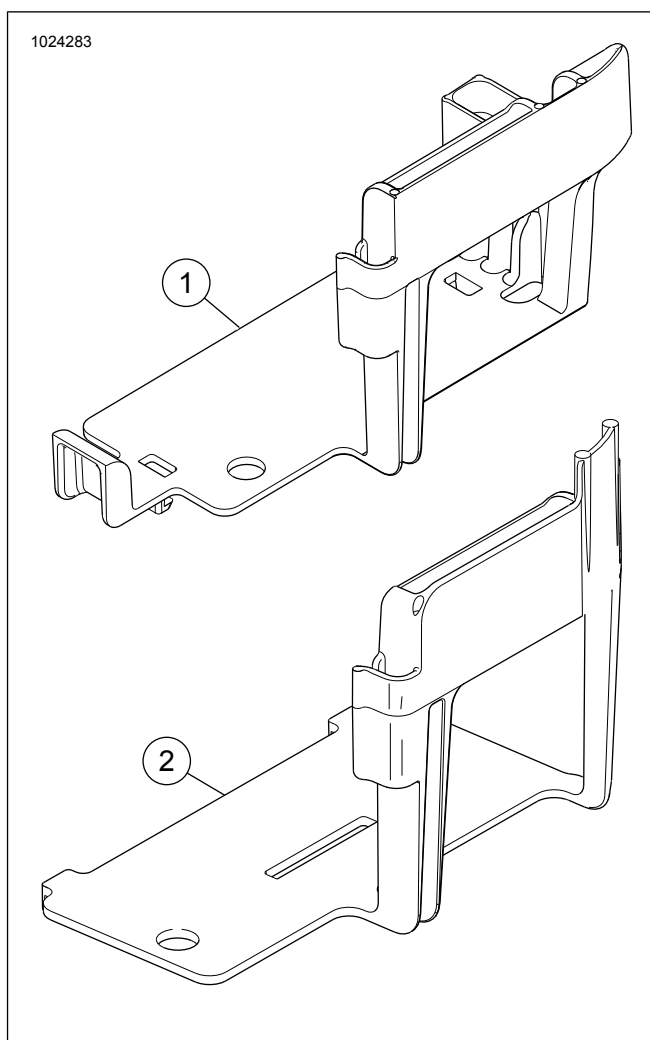

Figura 27. Armação de bateria Softail original
4. Ver Figura 27. Remova a armação da bateria. Veja o manual de serviço.